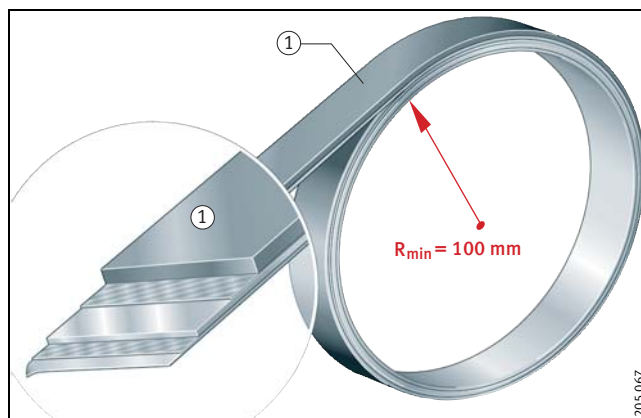

Bild 2 • Lage des Kunststoffbandes und Mindestradius
Um Spannungen im Band zu vermeiden, Band nur gestreckt oder aufgerollt lagern! Das magnetisierte Kunststoffband ① muss nach außen zeigen (Bild 2)! Bei gerollter Lagerung darf der Mindestradius $R_{\min} = 100 \text{ mm}$ nicht unterschritten werden!